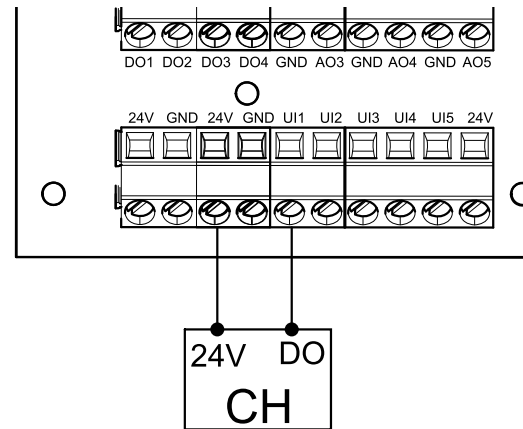

Bild 31 Anschließen der Dunstabzugshaube
1. Steuerleitungen von der Dunstabzugshaube an einen beliebigen freien Universaleingang und 24 V auf der externen Anschlussplatine anschließen (Abbildung 31). Weitere Informationen zur Anschlussplatine finden Sie unter 8.2 Externe Anschlüsse (außenliegenden Anschlussbox), Seite 180.